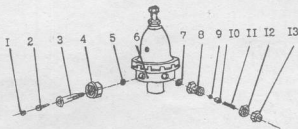

Рис. 1. Редуктор высокого давления:
- Установить магистральный фильтр 2 (рис. 1) во входной штуцер 3 и завернуть прижимную гайку 1 с прокладкой в сборе. (Оправка для выворачивания гайки входного штуцера редуктора высокого давления $D=2,5$ мм $L=50$ мм).